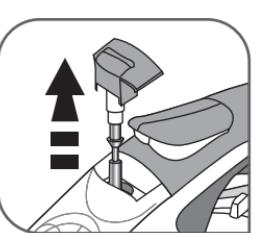

Fig.18
- Távolítsa el a vízkő rudat, állítsa a termosztátot MAX-ra, nyomja meg a szelepeletávolító gombot, majd húzza azt ki óvatatosan – fig.18.